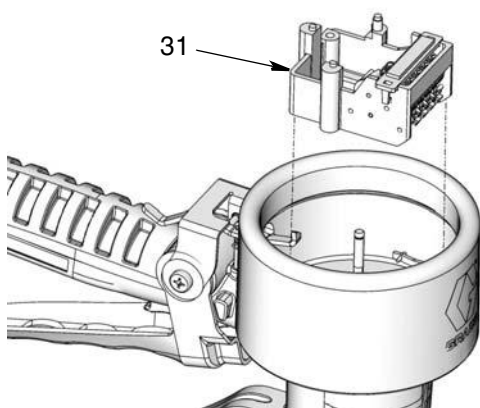

Рис. 31
- Установите узел счетчика (31) (Рис. 31).